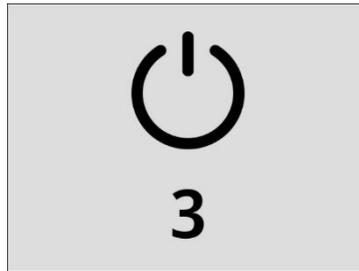

Abbildung 14.31 Ausschalt-Countdown
3. Halten Sie die Alarmtaste gedrückt, bis der Ausschalt-Countdown abgelaufen ist (siehe Abb. 14.31).